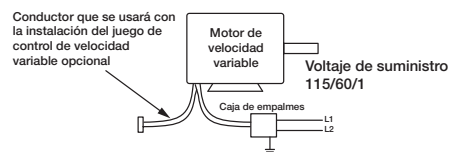

Figura 3 — Diagrama de Cableado Típico
- Consulte la Figura 3 para conocer el diagrama de cableado de conexión.